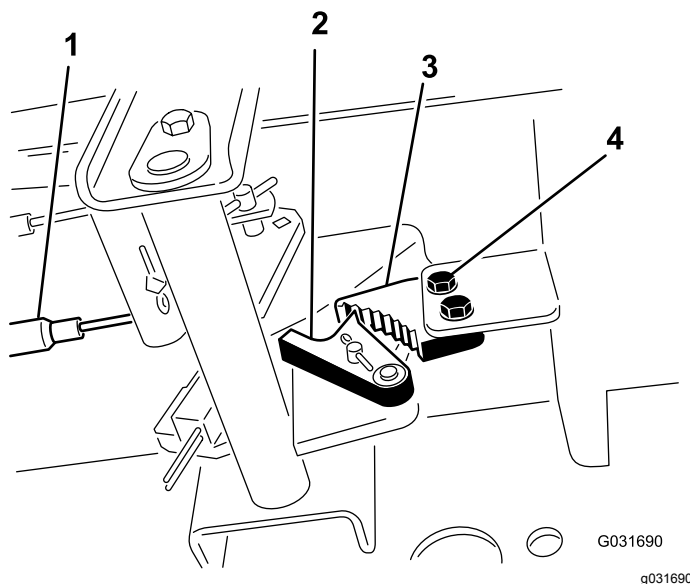

Bild 74
1. Lösen Sie die zwei Schrauben, mit denen die Sperre der Feststellbremse am Rahmen befestigt ist (Bild 74).
2. Drücken Sie das Pedal der Feststellbremse nach vorne, bis der Bremsauslöser ganz an der Bremssperre greift (Bild 74).